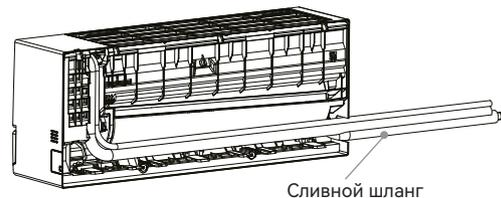

Рис.9
2. Подсоединение левой задней трубки (аналогично левой нижней трубке). (Опционально, см. Рис. 9)
На схеме показано левостороннее расположение сливного шланга, см.Рис. 9.